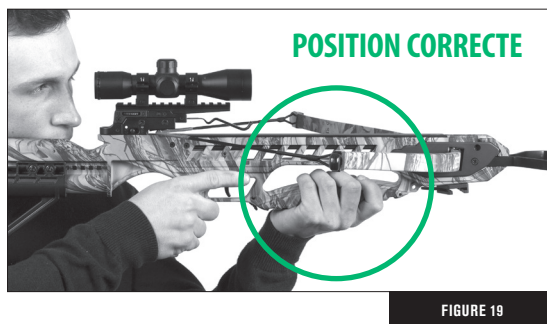

FIGURE 19
- Toujours gardez les doigts et le pouce en dessous de la trajectoire de la corde de l'arc (Fig. 19)
- Vous et toutes personnes près de vous devriez toujours porter des lunettes de protection. L'arbalète pointant vers le champ de tir et portée à l'épaule, placez votre main sur la crosse et l'autre main positionnée sur le garde-main et en dessous de la trajectoire de la corde (Fig. 19)